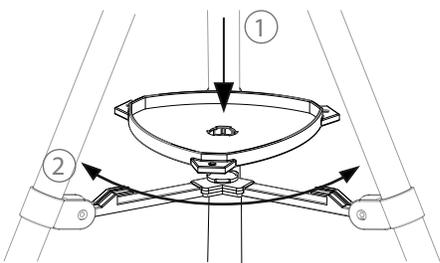

Fig. 1.1a
2. Installez la tablette porte-accessoires sur le trépied comme indiqué sur la Fig. 1.1a